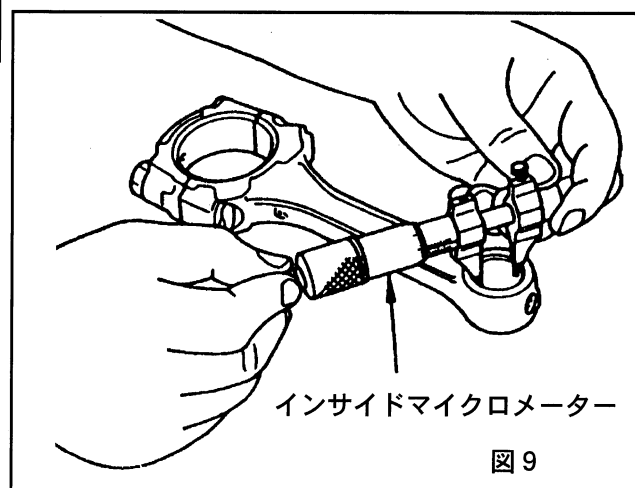

図9
7. 2 コンロッド小端部内径をインサイドマイクロメーターを用いて測定し、基準値内にある事を確認して下さい。(図9)